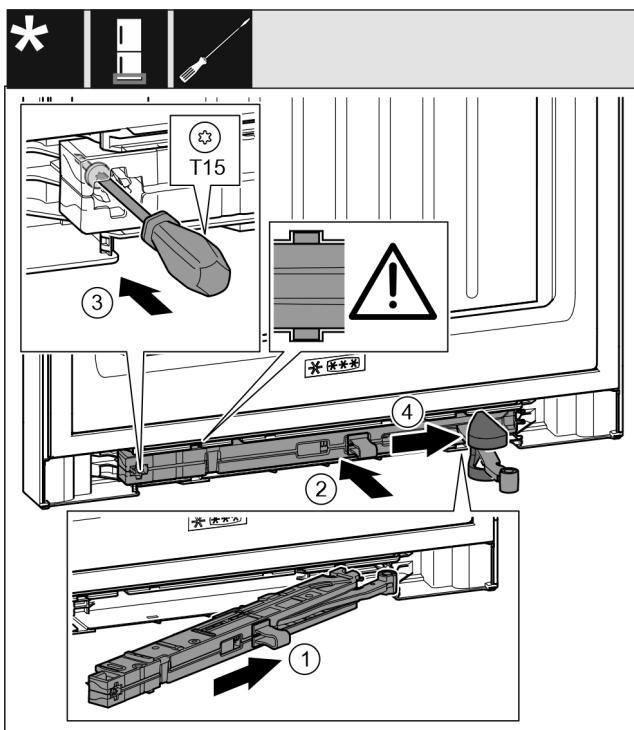

Fig. 49
- Schließdämpfereinheit Fig. 49 (1) auf der Lagerbockseite bis zum Anschlag schräg in die Aussparung einschieben.
- Schließdämpfereinheit Fig. 49 (2) vollständig in Aussparung schieben.
- Schraube Fig. 49 (3) mit einem Schraubendreher festschrauben.
- Abdeckung Fig. 49 (4) über Gelenk schieben.